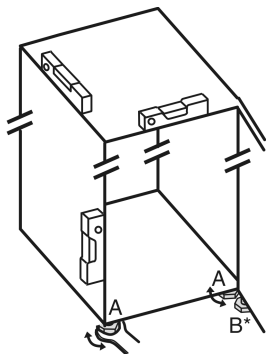

Fig. 5
- Dévisser les pieds réglables Fig. 5 (A) avec la clé plate fournie et utiliser un niveau à bulle pour vérifier que l'appareil est bien plan.
- Dévisser le pied réglable Fig. 5 (B) du support de palier avec la clé plate fournie jusqu'à ce qu'il touche le sol.
- Tourner le pied réglable Fig. 5 (B) de 90° supplémentaires.